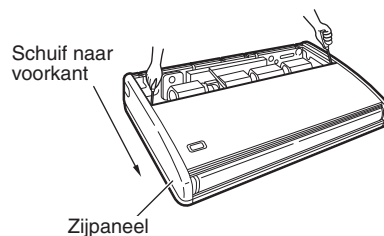

Afb. 3-8
- (4) Schroef de ophangingsbouten in en laat ze ver genoeg uit het plafond steken (Afb. 3-6 en 3-7). De afstanden van elk van de gebruikte bouten moet gelijk zijn binnen 50 mm. (Afb. 3-8)